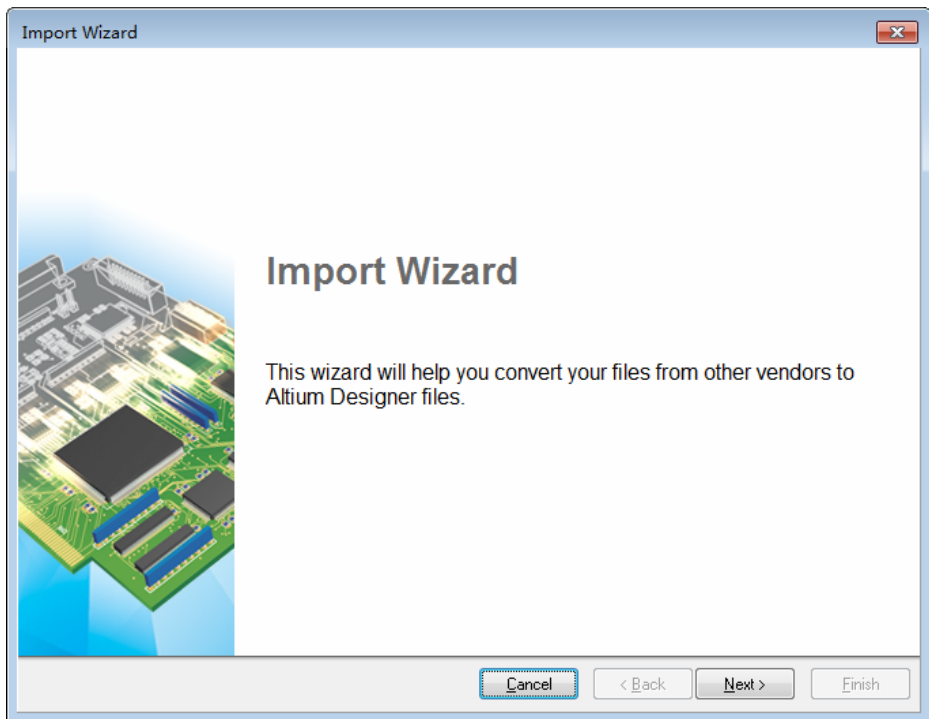

图 2-13 导入向导开始界面
1) 执行菜单命令 **File >> Import Wizard**，打开导入向导开始界面，如图 2-13 所示。